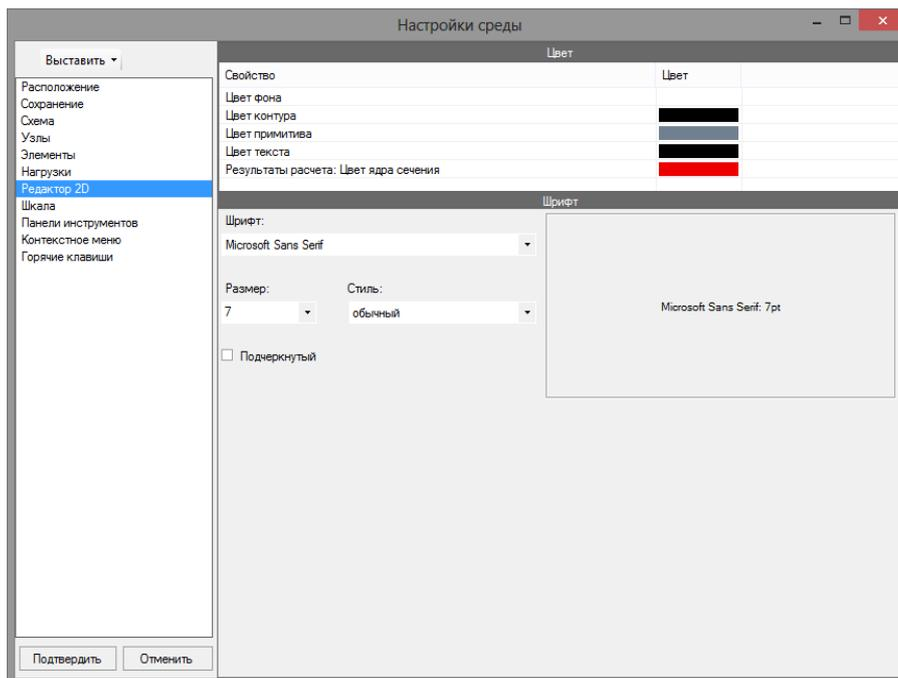

Рисунок 2.14 Вкладка **Редактор 2D**
**Настройки рабочей среды** ⇨ вкладка **Редактор 2D** (рисунок 2.14)